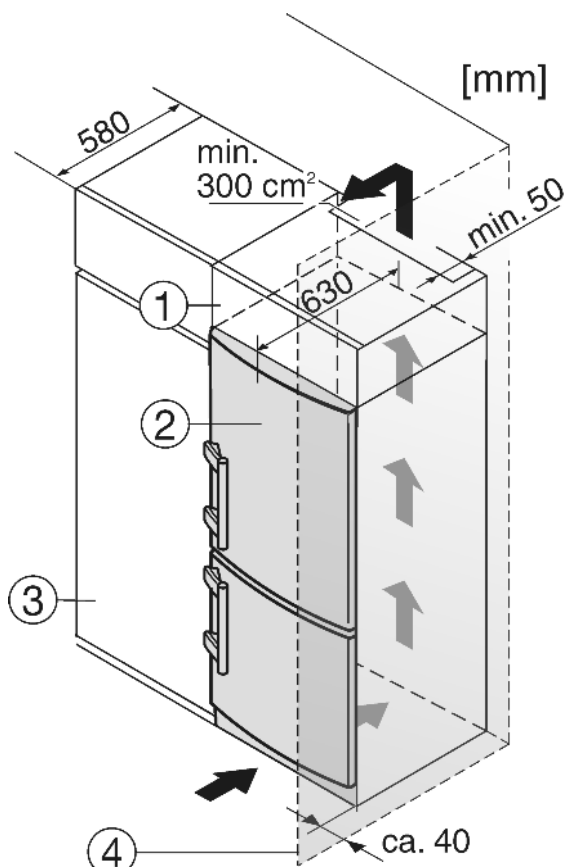

Fig. 9
- (1) Дополнительный шкафчик
(2) Устройство
- (3) Кухонный шкаф
(4) Стенка
Устройство может быть окружено предметами кухонной обстановки. Чтобы уравнивать устройство *Fig. 9 (2)* по высоте с кухонной стенкой, можно установить над устройством соответствующий дополнительный шкафчик *Fig. 9 (1)*.
При комбинировании с обычными кухонными шкафами (глубина макс. 580 мм) устройство можно установить непосредственно рядом с кухонным шкафом *Fig. 9 (3)*. Дверь устройства выступает по сторонам на 34 мм и по центру устройства на 50 мм относительно передней стенки кухонного шкафа. Поэтому ее можно свободно открывать и закрывать.
Если устройство установлено на шарнирах у стены *Fig. 9 (4)*, то расстояние между устройством и стеной должно быть не менее 40 мм. Настолько выступает ручка при открытой дверце.